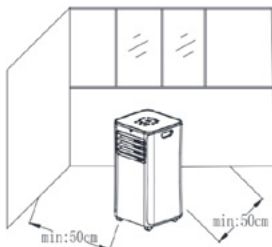

Bild 4
- Bewegen Sie die Maschine mit dem installierten Wärmeschlauch und die Zuhöre entgegen dem Fenster. Die Distanz zwischen den Körper und die Wände oder andere Objekte muss mindestens von 50 Zentimeter sein (wie Bild 4 zeigt).